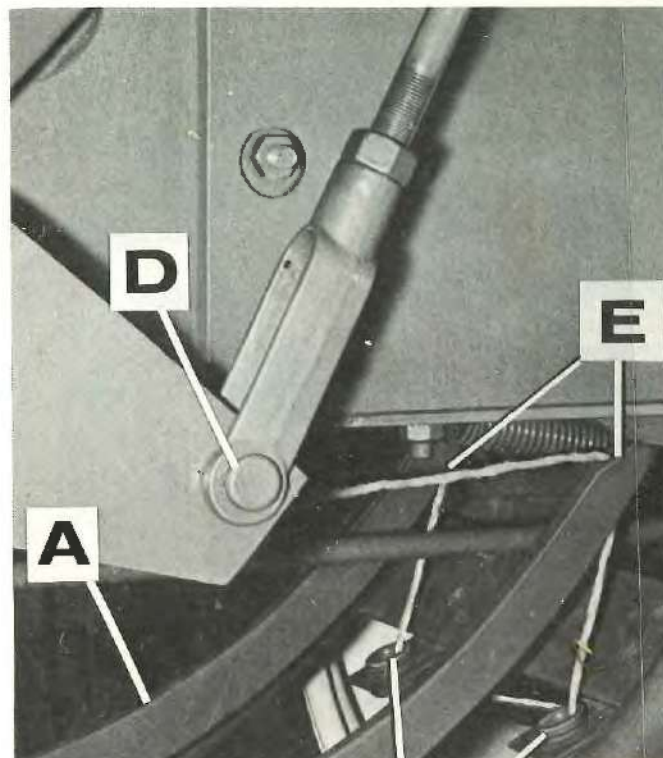

FIG. 31
- a. Le jeu entre la côté des aiguilles (A) et le pignon du bec noueur (B) est de 0,4 mm.
- c. Avec les aiguilles à l'extrémité de leur course vers le haut, la distance depuis le fond du chas de l'aiguille jusqu'au disque devra être comprise entre 51 et 57 mm (X).
- d. Les pointes des aiguilles ne devront pas être à moins de 12,7 mm en dessous du fond du canal de la presse quand les aiguilles sont dans la position basse (A, Fig. 31).
Pour régler la hauteur des aiguilles, retirer l'axe (D, Fig. 31) de la chape de la bielle de commande de l'étrier des aiguilles. Desserrer le contre-écrou et tourner la chape pour obtenir le montage correct. Remonter l'axe et bloquer le contre-écrou.